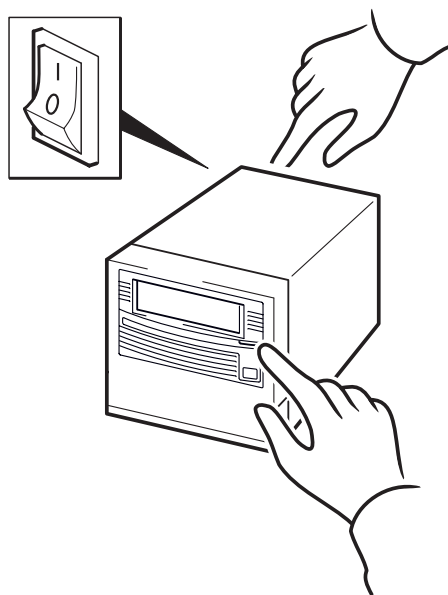

图 10b: 使用 HP OBDR, 第 2 步
- 2 按住 Eject（弹出）按钮。按住 Eject（弹出）按钮，打开磁带机（见图 10b）。打开电源时，这将使设备处于 HP One-Button Disaster Recovery 模式。前面板上的 Drive Density（磁带机密度，左侧）LED 和 Cleaning Required（需要清洗，右侧）LED 闪烁（OBDR 序列）后，立即松开按钮。这是以下重复模式：闪烁 – 闪烁 – 熄灭。（Drive Status（磁带机状态）LED 与其他 LED 的功能一样；移动磁带时闪烁，处于就绪状态时稳定发亮。）